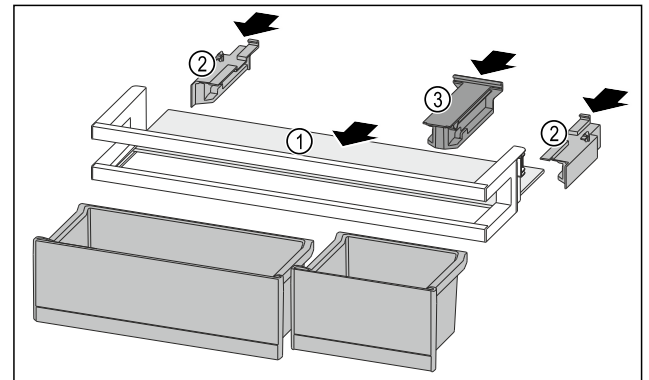

Fig. 130
- Abstellfläche Fig. 130 (1) in die seitlichen Einsparungen einschieben.
- Seitenteile Fig. 130 (2) einsetzen.
- Halteteil Fig. 130 (3) einsetzen.